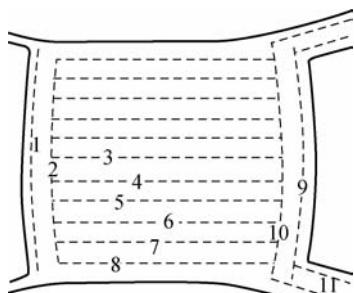

图 8-78 车顶盖的喷涂顺序
(5) 车顶盖。为了方便对车顶盖进行喷涂, 施工作业人员应站在长凳上, 以便能够喷到车顶的中心。首先喷涂一侧的风窗玻璃边缘, 然后从中心到外边进行喷涂; 一侧完成后, 再用相同的方法完成后部和另一侧。车顶盖的喷涂顺序如图8-78所示。
(6) 整车喷涂。整车喷涂是对车身板件按顺序进行整板喷涂, 喷涂作业的先后顺序往往随施工作业人员的习惯而定。通常, 在横向排风的喷涂房里, 离排风扇最远的地方首先喷涂, 从而能保证落在喷漆表面的灰尘最小, 使漆